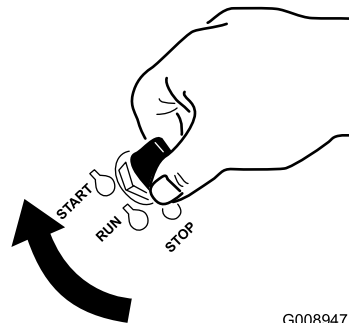

Figure 12
1. Tournez la clé de contact à la position de DÉMARRAGE (Figure 12).
6. Tournez la clé de contact à la position de DÉMARRAGE (Figure 12). Relâchez la clé quand le moteur démarre.